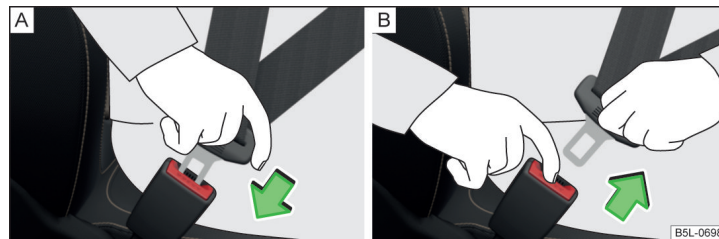

Abb. 7 Sicherheitsgurt anlegen / ablegen
- › Die Schlosszunge in das zum Sitz gehörende Gurtschloss » Abb. 7 - [A] stecken, bis diese hörbar einrastet.
- › Die rote Taste im Gurtschloss » Abb. 7 - [B] drücken, die Schlosszunge springt heraus.